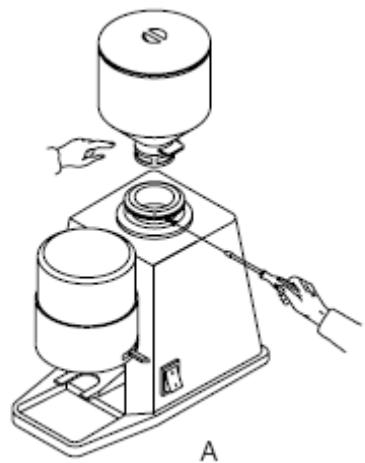

fig. 2
- la tramoggia sia montata sul macinino. Nel caso non lo fosse, montare la tramoggia e fissarla al regolatore di tramoggia mediante la vite (pos. A, fig. 2);
- ci siano chicchi di caffè nel contenitore (6)
- der Bohnenbehälter schon eingebaut ist. Falls der Bohnenbehälter noch nicht eingebaut ist, befestigen Sie ihn an der Einstellnutmutter mit der Schraube (pos. A, fig. 2)
- sich ausreichend Bohnen im Bohnenbehälter (6) befinden.